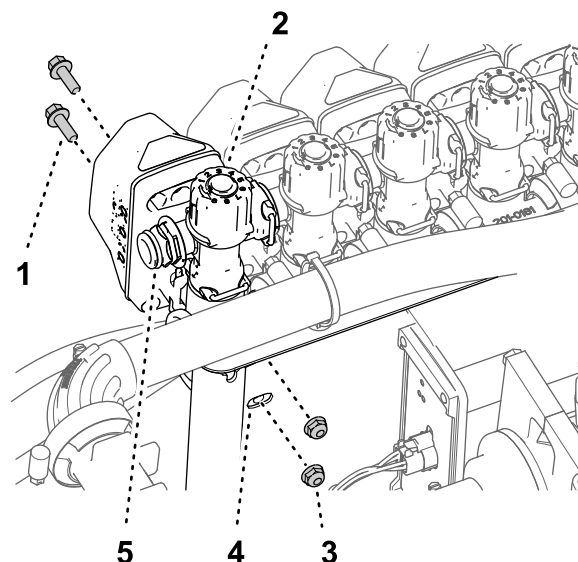
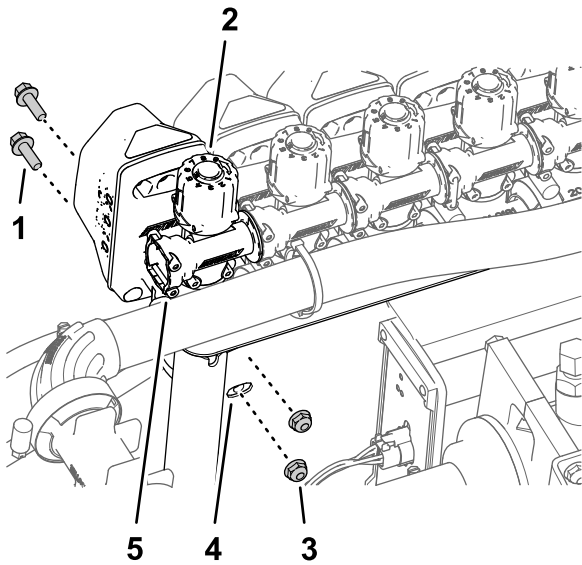

Bild 105
Bild 106
3. Befestigen Sie das Düsenventil 10 mit den zwei Bundkopfschrauben ($1/4'' \times 3/4''$) und zwei Sicherungsbundmutter ($1/4''$), die Sie in Schritt 2 in Abnehmen der Abschnittventile von der Verteilerbefestigung \(Seite 31\) entfernt haben, an der Ventilbefestigung (Bild 105 oder Bild 106).